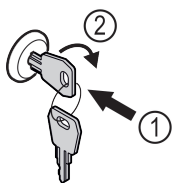

Fig. 87 Representación a modo de ejemplo
- Introducir la llave Fig. 87 (1).
- Girar la llave 90° en sentido horario Fig. 87 (2).